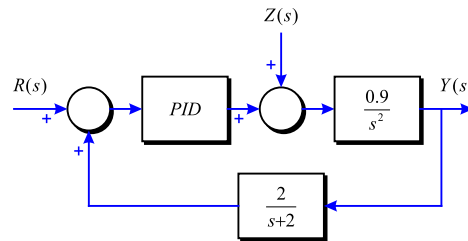

Figura 5-15
**Problema 150** Considereu el sistema de control mostrat a la Figura 5-15 . Dissenyeu un controlador tipus PID tal que l'error estacionari per a una pertorbació constant sigui zero, el marge de fase  $65^\circ$  i l'amplada de banda sigui el més gran possible ( $\omega_c > 0.5$ ). Verifiquen mitjançant Routh-Hurwitz que el sistema resultant és estable.